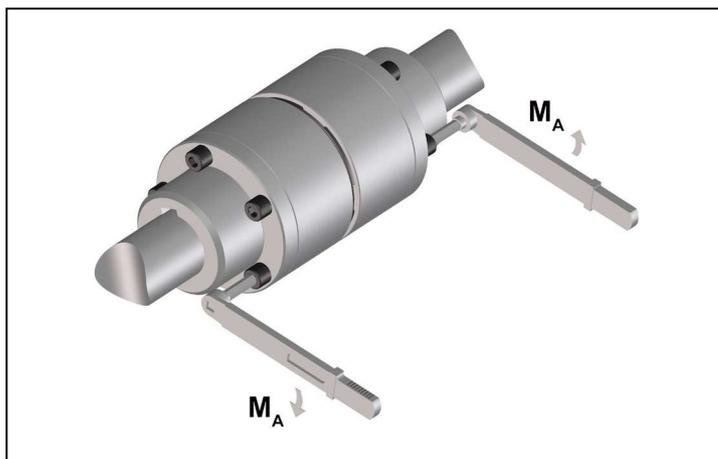

Bild 11
- Ziehen Sie die Hülsenverschraubung mit dem in Tabelle 7 vorgeschriebenen Anzugsmoment M_A fest (Bild 11).